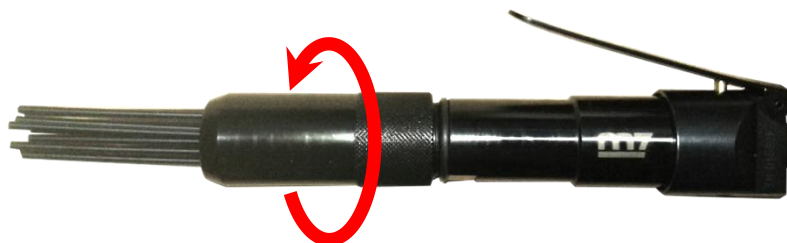

Рис. 4
- Открутите направляющую игл (рис. 4).